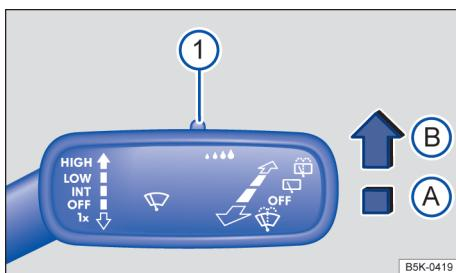

图 73 转向柱右侧：风窗刮水器操纵杆
将刮水器操纵杆拨至所需位置 → 图 73：
雨量/光线传感器的灵敏度可通过风窗刮水器操纵杆上的开关 → 图 73 ① 手动调节 → ▲。